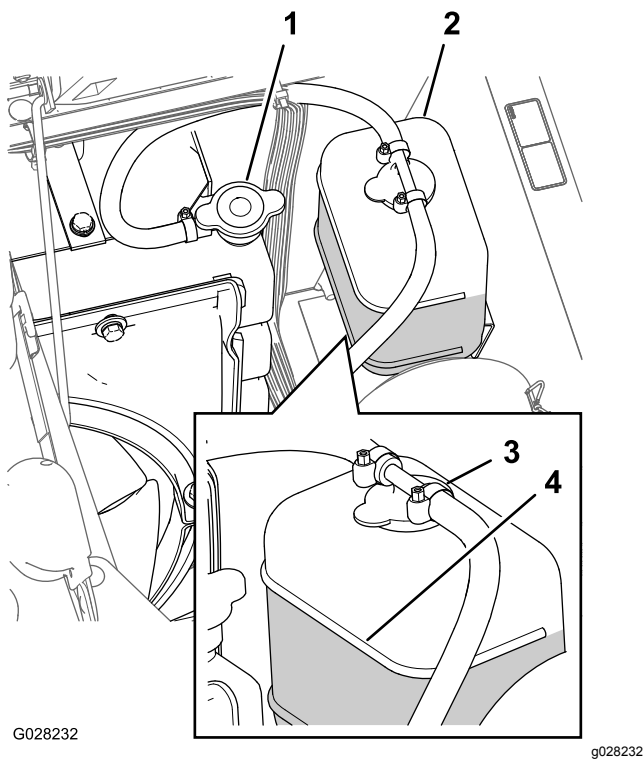

Figure 71
2. Lorsque le moteur est froid, retirez le bouchon du radiateur (Figure 71).
- Retirez le bouchon de radiateur (Figure 71).
- Démarrez le moteur en ayant serré légèrement le bouchon sur le radiateur (Figure 71).
- Une fois le liquide de refroidissement chaud, faites l'appoint jusqu'à la surface d'étanchéité du bouchon et serrez ce dernier (Figure 71).
- Ouvrez le bouchon du vase d'expansion et remplissez de liquide de refroidissement jusqu'au niveau à froid (Figure 71).